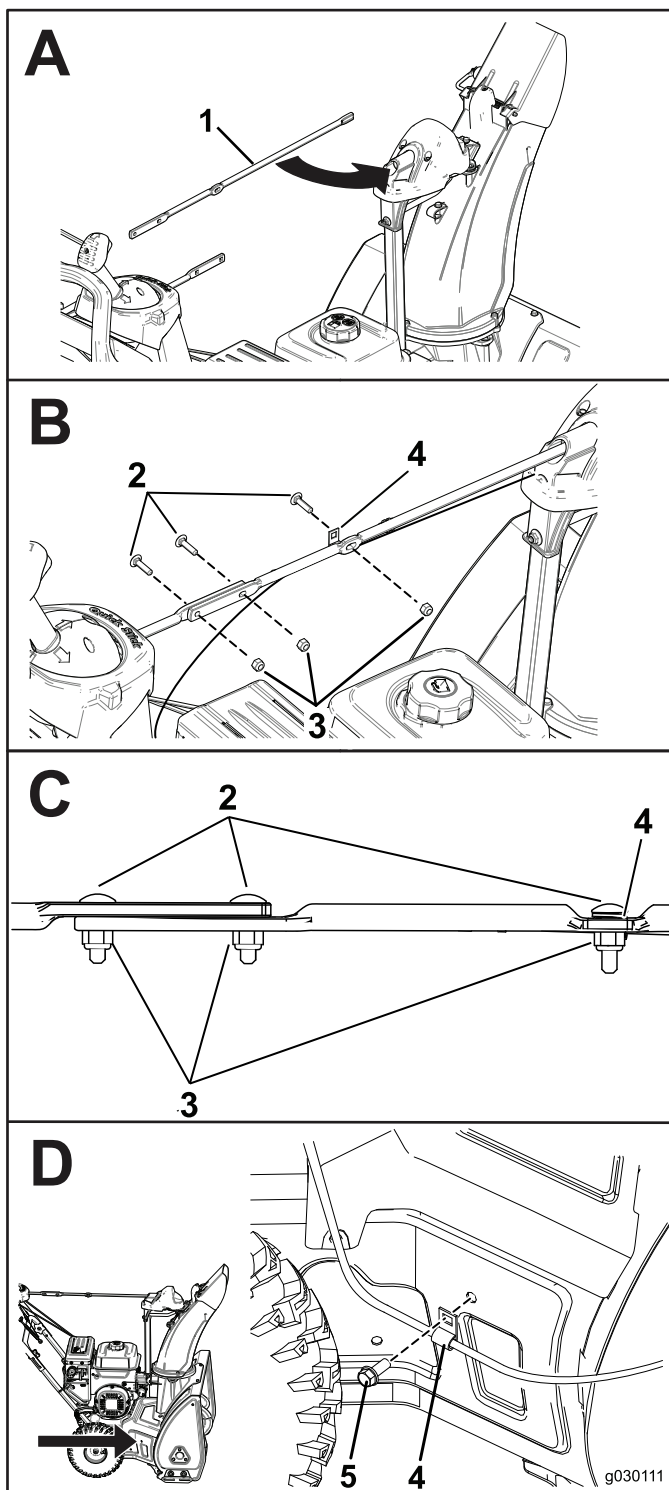

Figure 5
2. Montez la goulotte et fixez les câbles (Figure 5).